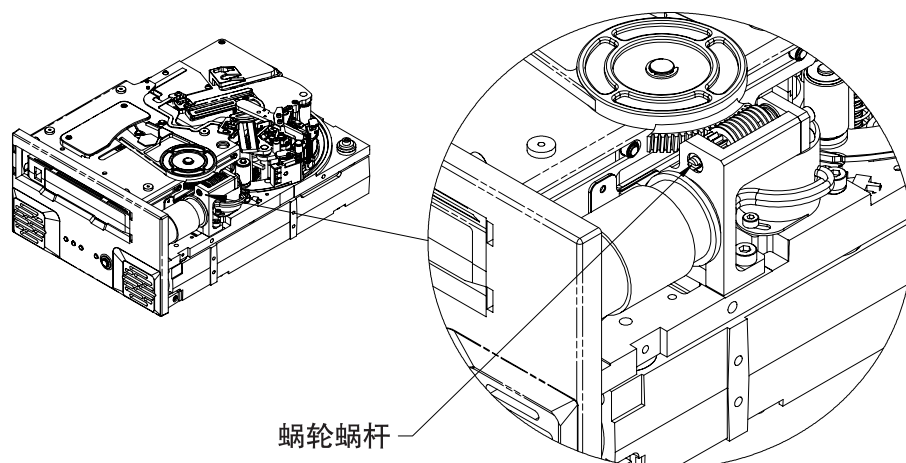

图 17. Viper 200 中蜗轮蜗杆的位置
2. 使用平口螺丝刀沿逆时针方向旋转蜗轮蜗杆（向左转）。图 17 显示了蜗轮蜗杆的位置。这将逐渐抬起磁带盒提升器，并使盒式磁带部分地从驱动器中滑出。